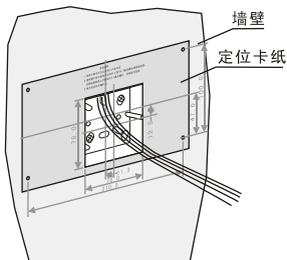

图 3
3. 按定位卡纸的说明在墙上打四个螺丝孔，并分别在螺丝孔内装上塑胶膨胀塞和螺丝，螺丝应留有约5毫米不打进去（见图3）。